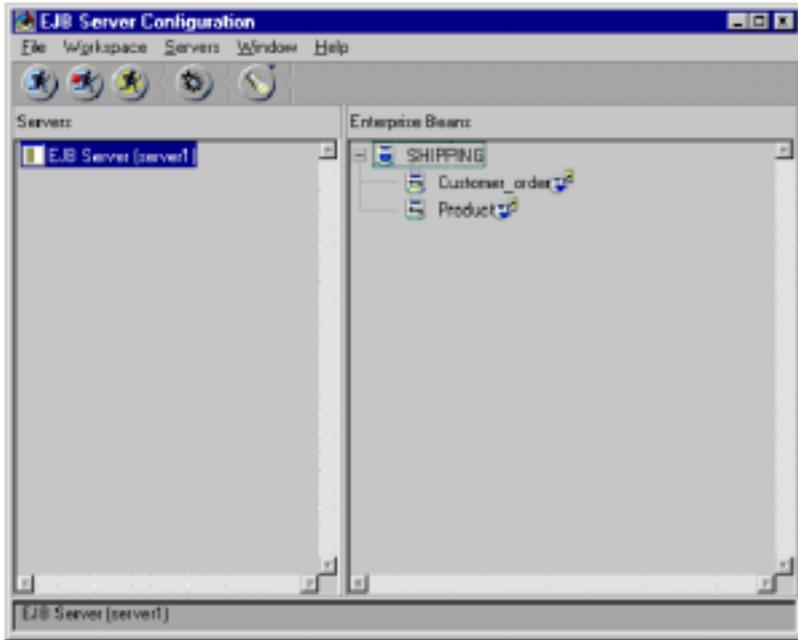

图 7-9 EJB 服务器配置浏览器
3. 现在，我们将创建一个 EJB 服务器。转到“Enterprise Beans”窗格中所选的“EJB SHIPPING”组。在工作台中选择 EJB -> 添加 (Add To) -> 服务器配置 (Server Configuration)，将出现 EJB 服务器配置浏览器窗口 (图 7-9)。